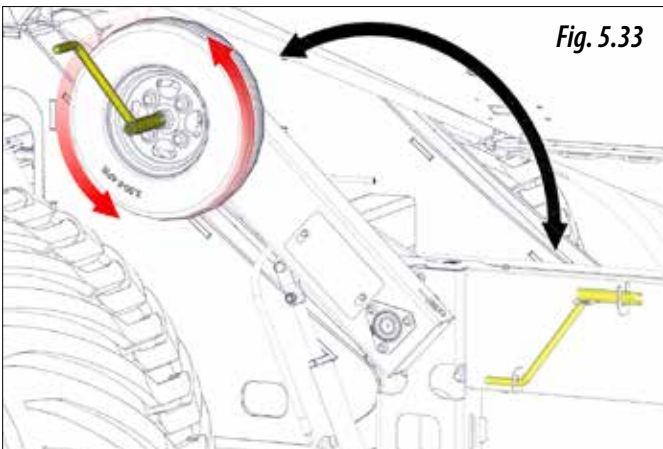

Fig. 5.33
4.A.4- Faire tourner la transmission de la machine pour vider le doseur de produit (figure 5.33).